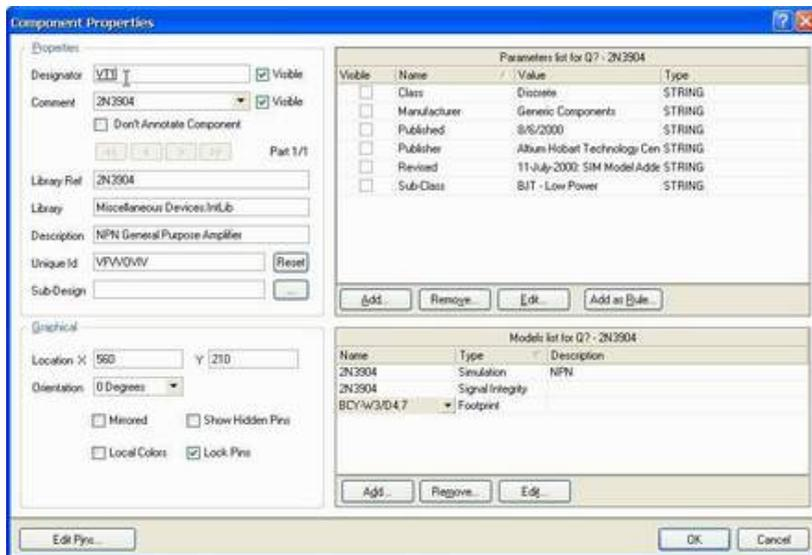

Рис. 3. Настройка параметров символа элемента
6. Прежде чем щёлкнуть левой кнопкой мыши в поле схемы и поставить элемент в нужное место, следует отредактировать его параметры, для чего нажать клавишу *Tab*. Откроется диалоговое окно, изображенное на рис. 3. Присвоить элементу позиционное обозначение, например VT1, которое задаётся в поле *Designator*.
10. Для отображения на схеме и использования при моделировании процессов, происходящих в ней, следует задавать значения пассивных элементов (например, сопротивления резисторов). Для этого используется параметр $=Value$, которому присваивается общая информация о компоненте. Чтобы значение параметра $=Value$ было передано в редактор печатных плат, необходимо воспользоваться текстовым полем *Comment* (рис. 3). Параметр *Value* может быть уже определен, но в общем случае к новому элементу его необходимо